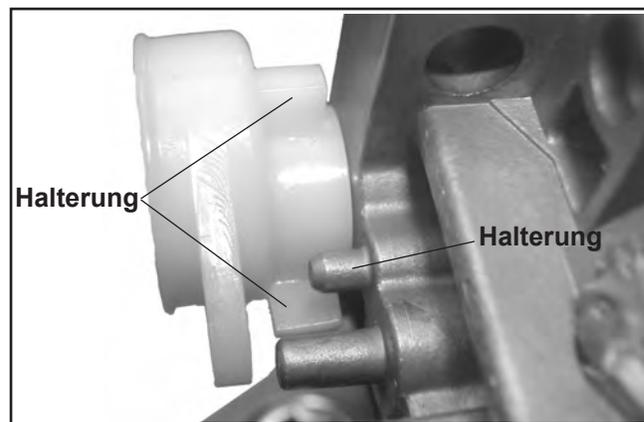

Abbildung 5-34. Montage Chokehebel.
7. Von außen die neue Buchse über den neuen Hebel des Chokes einsetzen und die Buchse in der Bohrung der äußeren Welle einpassen. Den Chokehebel so positionieren, dass die überstehende Auflage auf dem Vergasergehäuse sich zwischen den beiden Anschlägen befindet, die vom Hebel des Chokes gebildet werden. Siehe Abbildung 5-34.